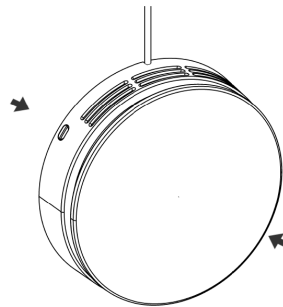

Abbildung 30 - Drücken der Schnappverschlüsse
3. Die Schnappverschlüsse drücken, sodass sie sich öffnen, siehe nachstehende Abbildung 30 unten.